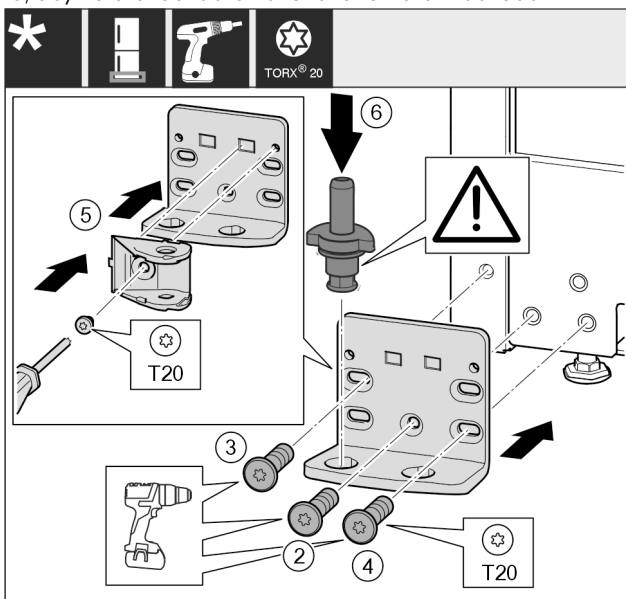

Fig. 21 \*
- ▶ Nasadte ložiskovú konzolu na druhú stranu a priskrutkujte ju pomocou skrutkovača. Začnite skrutkou Fig. 21 (2) dole v strede.\*
- ▶ Pevne utiahnite skrutku Fig. 21 (3) a skrutku Fig. 21 (4).\*